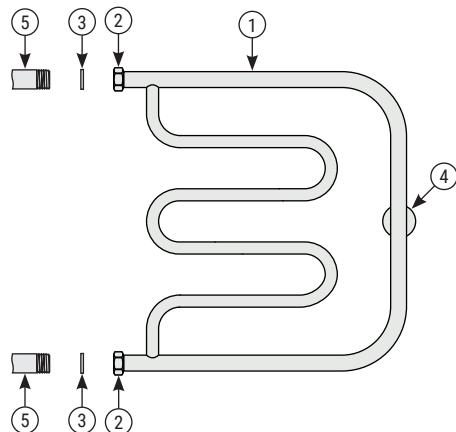

Рис.1
- Сборку и установку изделия производить согласно схеме (рис. 1, 2).
5.5. Для герметизации резьбовых соединений производитель комплектует изделие прокладками собственного изготовления (п. 3.3 и рис. 1 «3»).